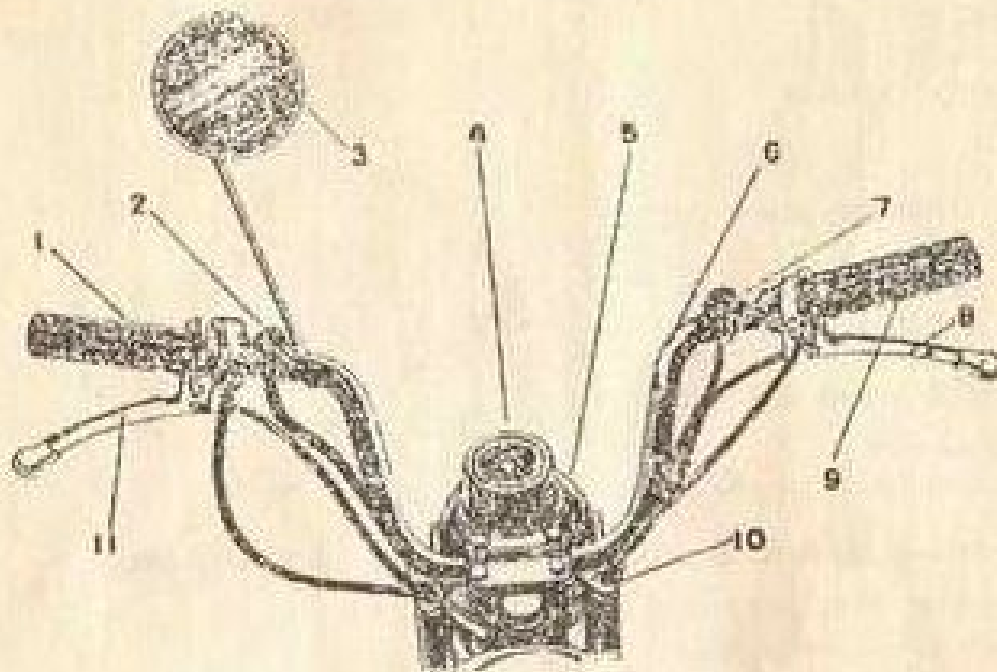

Рис. 3. Органы управления и приборы.
### Органы управления и приборы (рис. 3)
**КОРОБКА ПЕРЕДАЧ ДВИГАТЕЛЯ В50** – двухступенчатая. Управляется вращающейся рукояткой переключения передач 1 (рис. 3), расположенной на левой стороне руля.